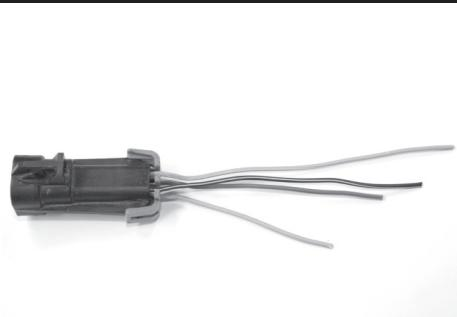

Figure 2 / Figura 2
- B. Slightly cut the wires at different lengths to prevent bulging of the wire harness and do the same for the new sensor making sure to cut the matching wire as shown in the connector hook-up diagram illustrations. (Figure 2)
- B. Coupez les câbles à différentes longueurs afin d'éviter les accumulations de connexions et faites la même chose avec la nouvelle sonde en vous assurant de couper les câbles correspondants aux longueurs appropriées, tel qu'indiqué dans les illustrations du schéma. (Figure 2)